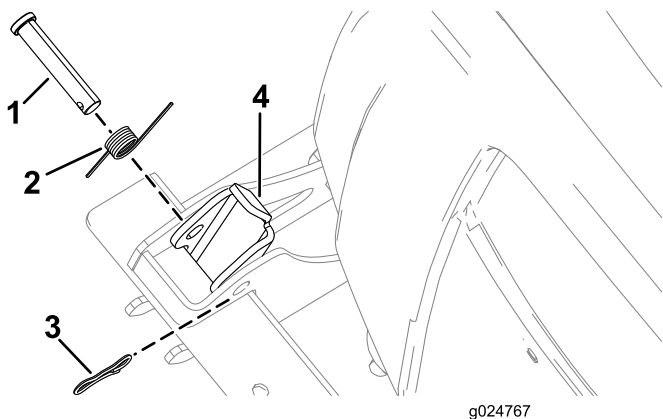

Figura 55
1. Retire o gancho do passador de forquilha (Figura 55).
2. Retire o passador de forquilha e mola do trinco (Figura 55).